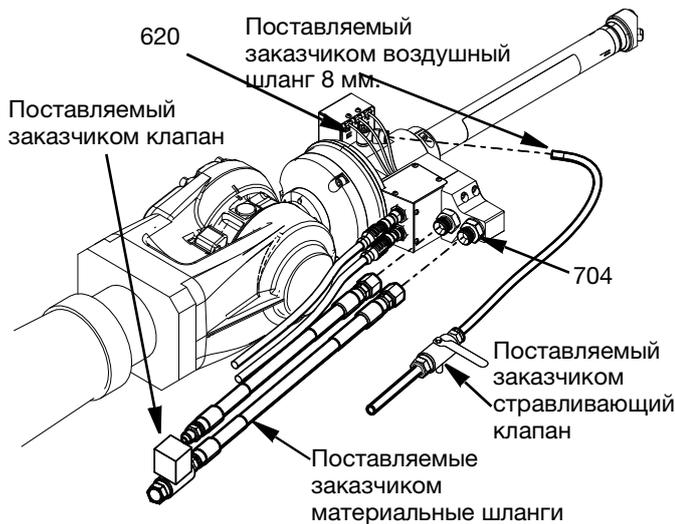

FIG. 6
Подача воздуха подключается к пистолету Switch 3D с помощью полиуретанового шланга диаметром 8 мм, подключенного к поворотному штуцеру колена (620) на боковой стороне корпуса шарнира (619). Заказчик должен установить перепускной клапан между подачей воздуха и разъемом пистолета Switch 3D. См. FIG. 6.
В шлангах подачи и возврата материала используются разъемы BSPP 3/8. Шланг подачи материала подключается к патрубку, отмеченному как «Впуск». Шланг возврата материала подключается к патрубку, отмеченному «Впуск возврата материала 2». (Если циркуляция не выбрана, патрубков возврата материала 2 заглушается заглушкой BSPP 3/8 (132879). Если выбраны два материала, оба используемых соединения являются впускными (возврат невозможен). См. FIG. 6.
- e. Откройте поставляемый заказчиком клапан рециркуляции и прокачивайте материал через клапан до тех пор, пока из системы возврата не будет удален весь материал. См. FIG. 6.
3. Полностью сбросьте давление воздуха в линиях подачи воздуха, перекрыв поставляемый клиентом клапана сброса. См. FIG. 6.
4. Если наконечник сопла или шланг подачи материала засорились или давление было сброшено не полностью после выполнения вышеописанных действий, очень медленно отсоедините шланг подачи материала, поставляемый клиентом, от впускного патрубка BSPP 3/8 дюйма (704), (см. FIG. 6).